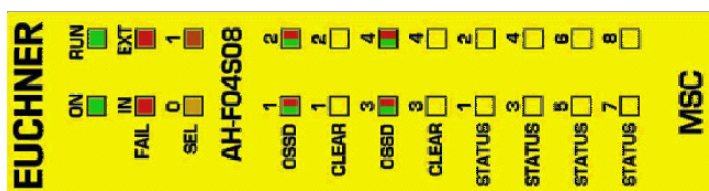

Figura 41:
8.4.14. Módulo AH-FO4S08 (Figura 41)